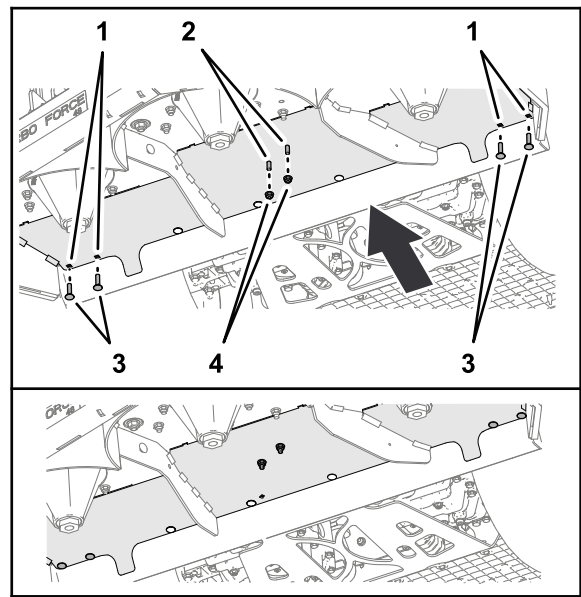

Bild 48
6. Montieren Sie die vier Schlossschrauben (**Bild 48**), die Sie in den Schritten 3 und 4 entfernt haben und setzen Sie diese in die Bohrungen in das Mähwerk ein, und befestigen Sie die Schlossschrauben mit den vier Sicherungsbundmutter, die Sie in den Schritten 1 und 2 entfernt haben.
7. Setzen Sie die beiden Sicherungsbundmutter (**Bild 48**), die Sie im Schritt 5 entfernt haben, auf die beiden Bundkopfschrauben (5/16" x 3/4") ein.